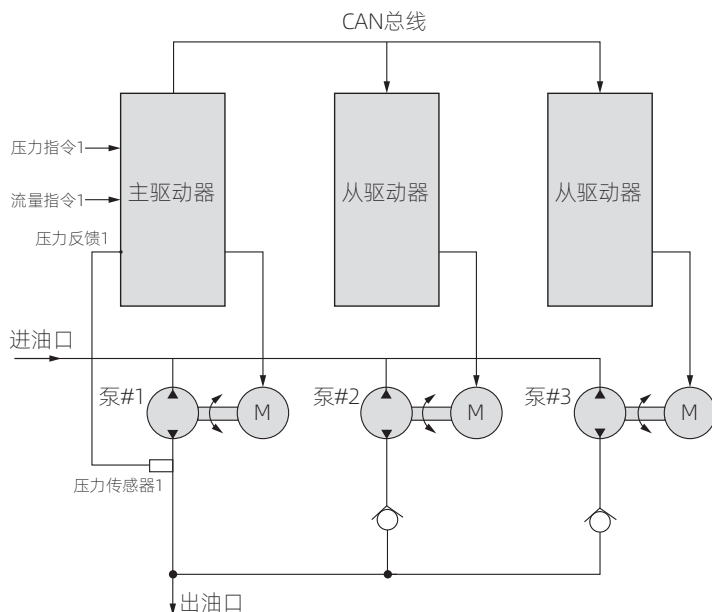
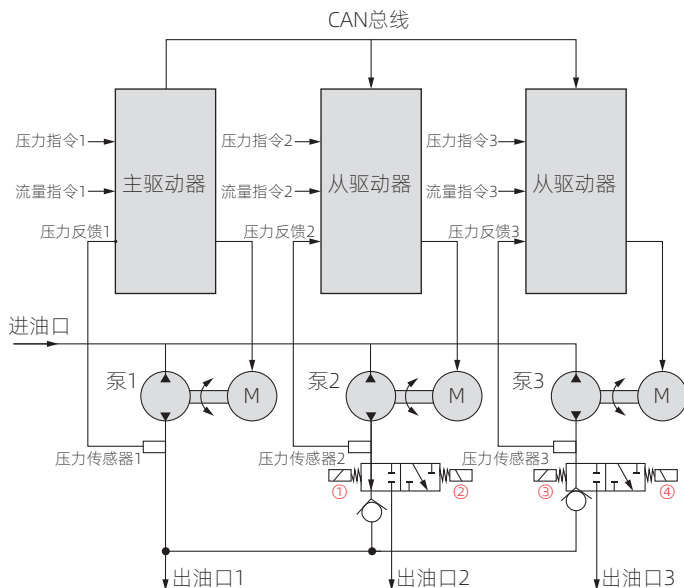

图 8-1 多泵合流结构图
图 8-2 多泵分流结构图
- C2-00:1, 模拟量油压模式, 多泵分流合流策略由伺服驱动器实现, 注塑机电脑仅通过继电器输出切换工艺过程。图 8-1、图 8-2 即为模拟量油压模式下的多泵分流合流示意图。